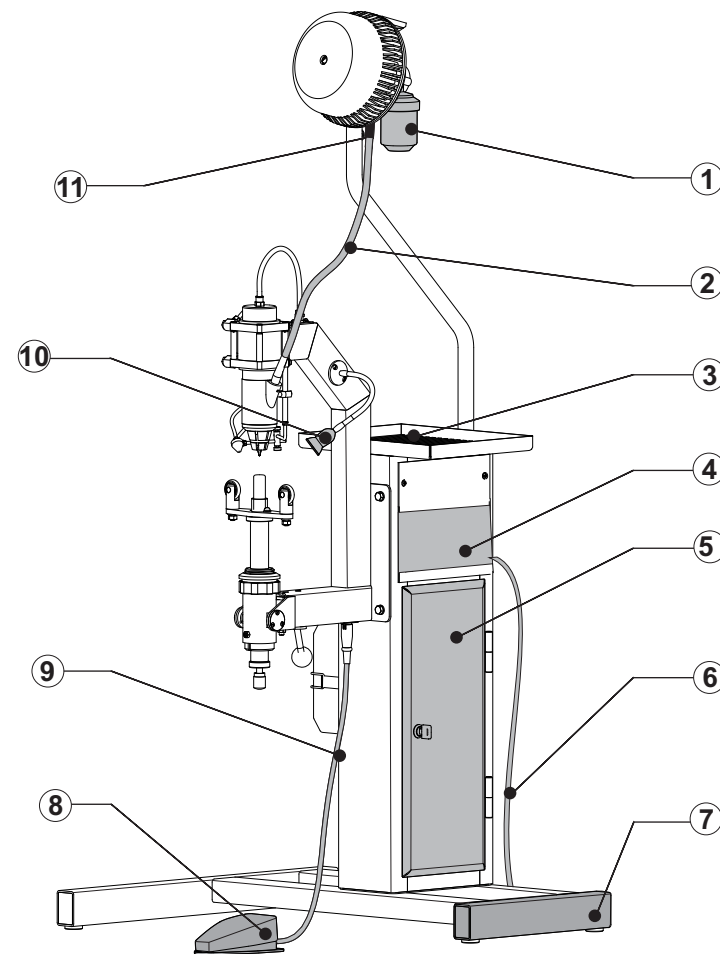

Рис.1.1
- 4.1. Шиповальный полуавтомат предназначен для ошиповки шин легковых и грузовых автомобилей диаметром до 19 дюймов шипами с наружным диаметром 8 мм. Отверстия в шинах для установки шипов должны быть выполнены заранее. Наличие электронного регулятора темпа ошиповки позволяет индивидуально, с высокой точностью подбирать скорость работы в полуавтоматическом режиме. Внешний вид полуавтомата, его основные детали и органы управления показаны на рис. 1.1., 1.2., 2, 3,4.